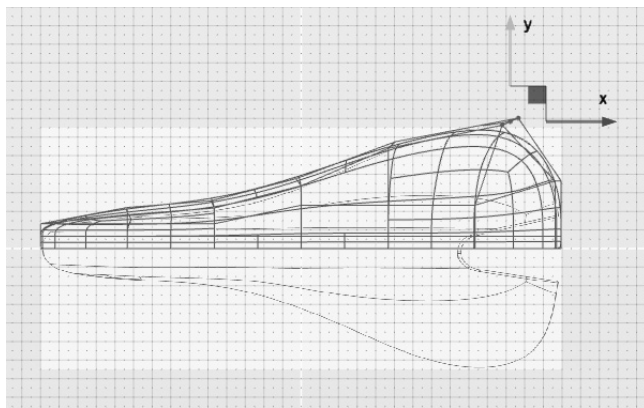

图 7-71 在曲面状态下调整控制点以匹配背景图像
2) 按〈A〉键激活编辑顶点状态，随后按照背景图像重新调整控制点位置，以调整造型，如图 7-71 所示。